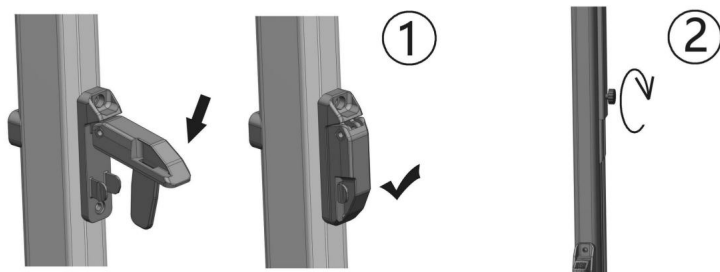

Figura D18
4.2.7 Premere verso il basso il blocco di viaggio al centro del braccio di supporto e stringere la vite dell'asta interna. La tenda è stata chiusa. (Figura D18)